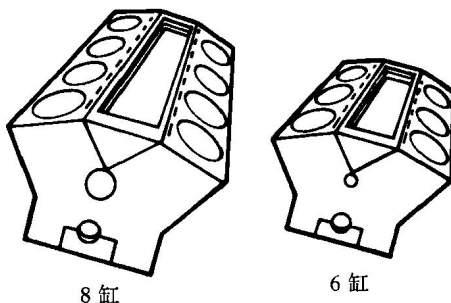

图1-7 V形发动机设计
(2) V形气缸发动机 V形发动机有相隔 $60^\circ \sim 90^\circ$ 的两排气缸(图1-7),它用一根曲轴与V形两侧的活塞相连,每排气缸上各有一个气缸盖。